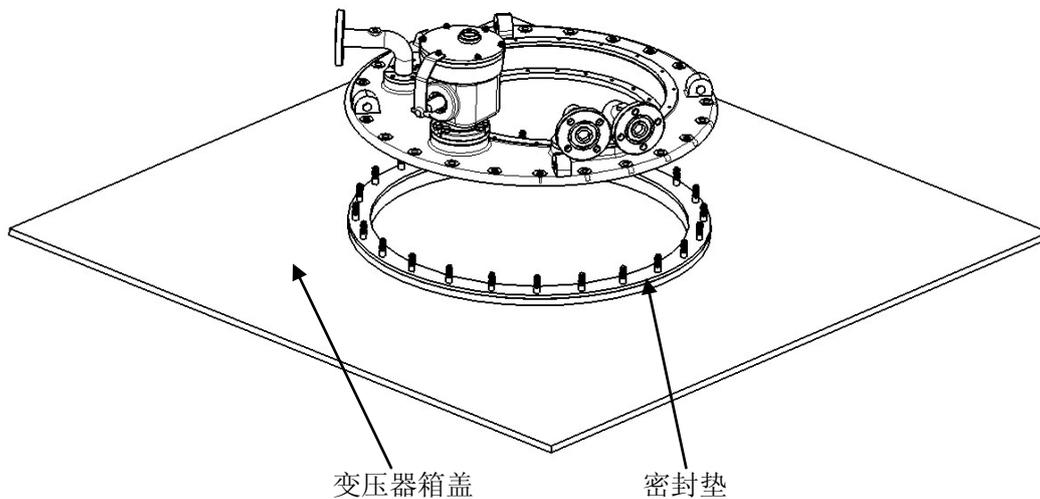

图 16
3. 安装分接开关安装法兰前，擦净密封面。在变压器安装法兰上安放密封垫，并将分接开关安装法兰固定在变压器安装法兰上（24 个 M10 螺栓，扭矩为 100~110Nm）。（见图 16）
1. 安装分接开关安装法兰前，擦净密封面。在变压器安装法兰上安放密封垫，并将分接开关安装法兰固定在变压器安装法兰上（24 个 M10 螺栓，扭矩为 100~110Nm）。（见图 16）